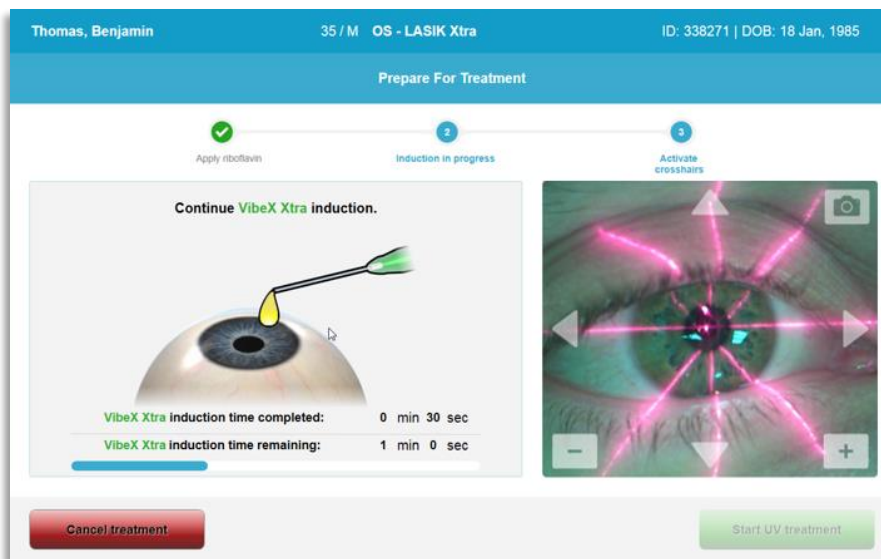

Figura 3-22. Alinear las retículas durante la inducción
- Los láseres de alineación rojos se encenderán 30 segundos antes de que finalice el periodo de inducción, tal como se muestra en la figura 3-22.